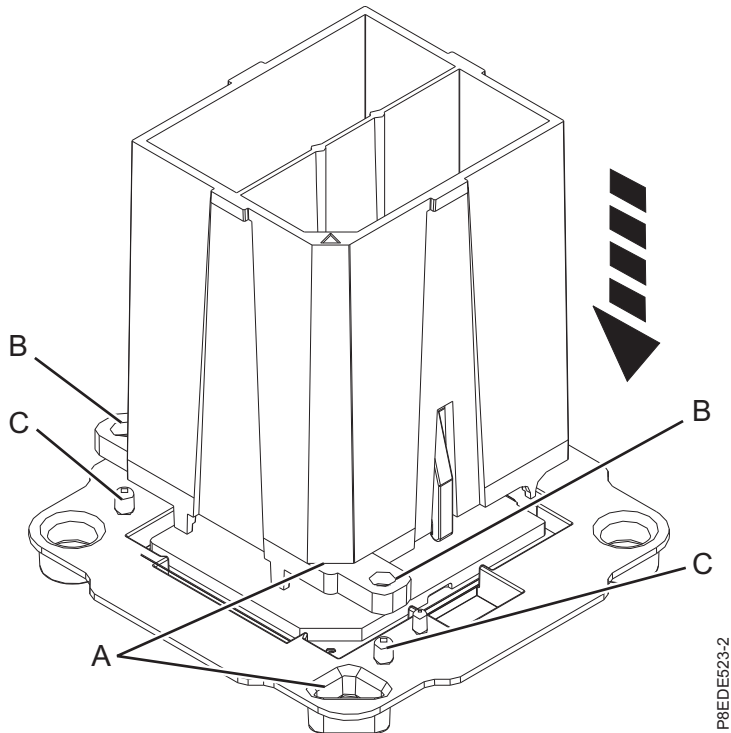
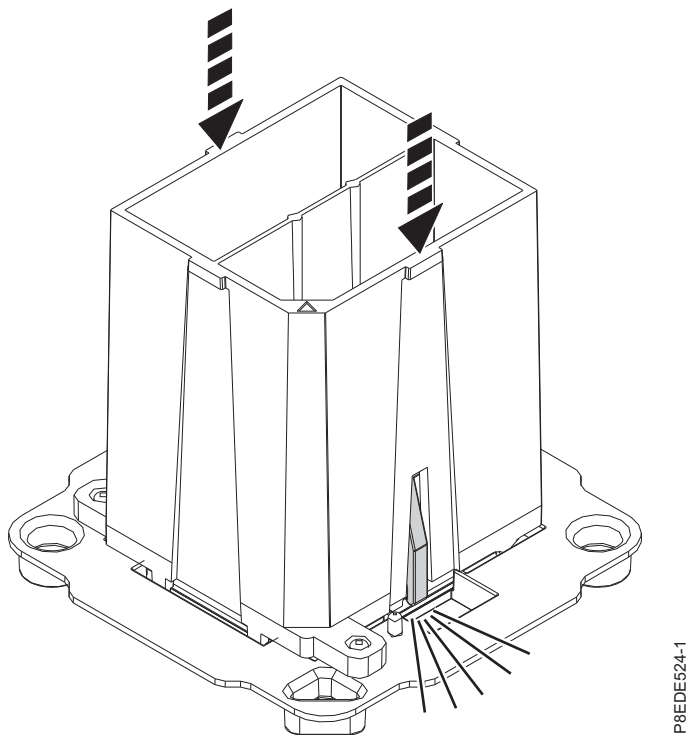

Figure 33. Préparation à l'installation du module processeur système
Figure 34. Fixation du module processeur système dans l'outil
- a. Retirez le module processeur de remplacement du bac de transport. A l'aide de l'outil de retrait fourni, alignez l'angle biseauté (A) de ce dernier avec l'angle biseauté du module, comme illustré dans la figure 33, à la page 34.
- b. Abaissez l'outil sur le module processeur système en vérifiant bien que les deux broches de guidage (C) s'insèrent dans les trous d'alignement (B) de chaque côté de l'outil, comme illustré dans la figure 33, à la page 34. Ensuite, appuyez sur l'outil pour fixer le module processeur système dedans, comme illustré dans la figure 34, à la page 34. N'appuyez pas sur les pattes de déverrouillage de couleur bleue, des instructions ultérieures vous inviteront à le faire.